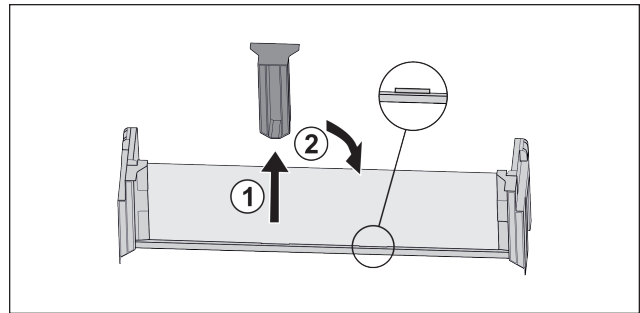

Fig. 39
- ▶ Extraire la pièce de retenue centrale Fig. 39 (1).
- ▶ Insérer la pièce de retenue centrale en deuxième position Fig. 39 (2).